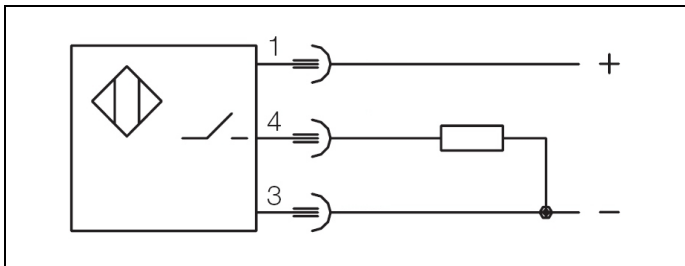

Abb. 8: Schaltplan für pnp (+) Magnetsensor
- Mit S2 entsprechend vorgehen, so dass sich ein Signalverlauf nach Bild 8 einstellt.